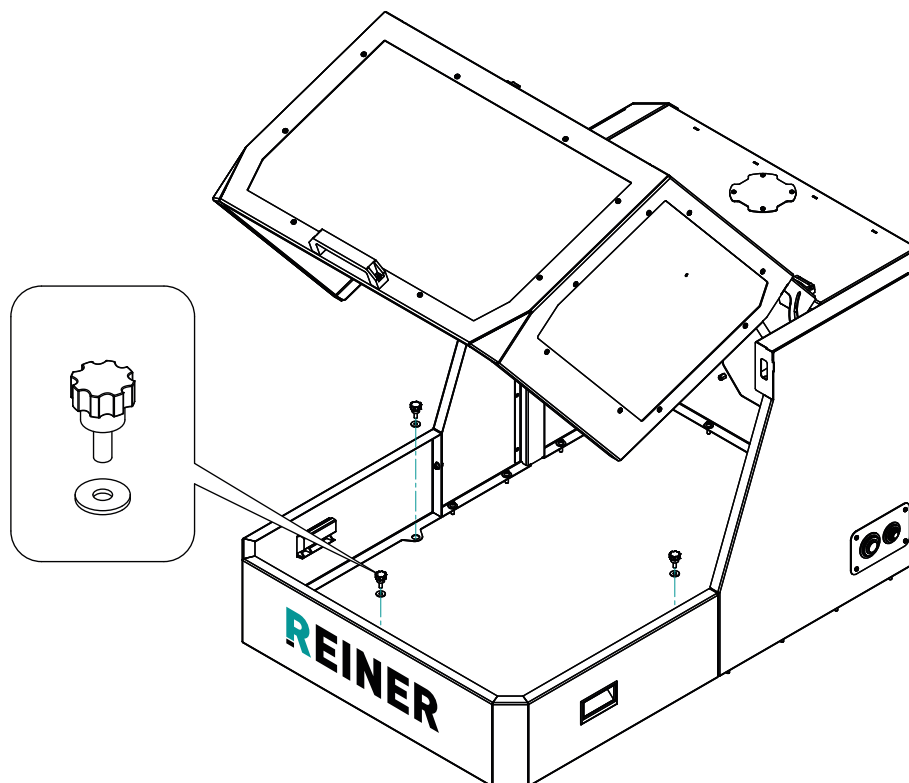

Рисунок 8 — Подготовка кабины к установке станка.
- открутить фиксаторы фартука (рис. 8);